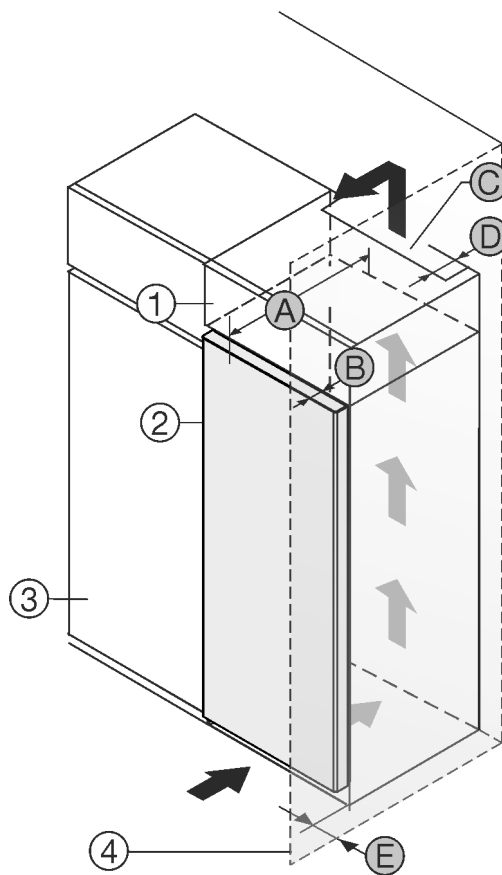

Fig. 1
- (1) Шафа для встановлення на пристрої *
- (2) Пристрій *
- (3) Кухонна шафа *
- (4) Стінка *
- (A) Глибина пристрою *
- (B) Глибина дверей *
- (C) Вентиляційний зазор *
- (D) Відстань задня сторона пристрою *
- (E) Відстань до сторони пристрою *
Ви можете встановити пристрій безпосередньо поряд із кухонною шафою Fig. 1 (3)*
Зі зворотного боку шафи для встановлення на пристрій слід передбачити вентиляційну шафу завглибшки Fig. 1 (D) на всю ширину цієї шафи.*
Слід дотримуватись вентиляційного отвору Fig. 1 (C) в стелі приміщення.*
Якщо пристрій із шарнірами встановлюється поряд зі стіною Fig. 1 (4), відстань між пристроєм і стіною повинна бути не менше 13 мм.*
Якщо пристрій із шарнірами встановлюється поряд зі стіною Fig. 1 (4), відстань між пристроєм і стіною повинна бути не менше 20 мм.*
Щоб мати можливість повністю відкривати дверцята, потрібно, щоб пристрій виступав на відстань глибини дверцят Fig. 1 (B) відносно передньої панелі кухонної шафи. Залежно від глибини кухонних шаф Fig. 1 (3) та використання пристінних розпірок пристрій може ще більше виступати вперед.*